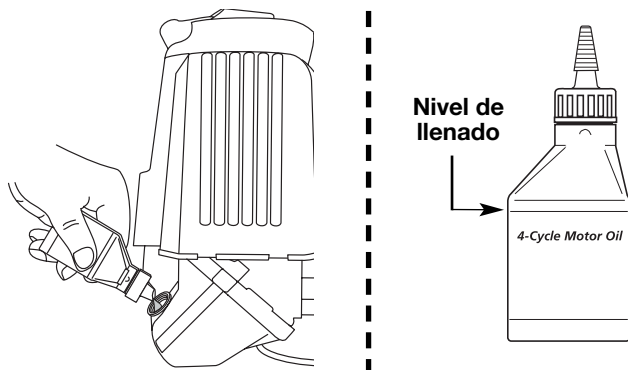

Fig. 31
**NOTA:** Use la botella y la boquilla que guardó del uso inicial para medir la cantidad correcta. El nivel de 90 ml (3,04 onzas) está aproximadamente en la parte superior de la etiqueta de la botella (Fig. 31). Mida el nivel con la varilla de medición. Si el nivel está bajo, agregue una pequeña cantidad de aceite y vuelva a medir (Fig. 31). No lo llene demasiado.